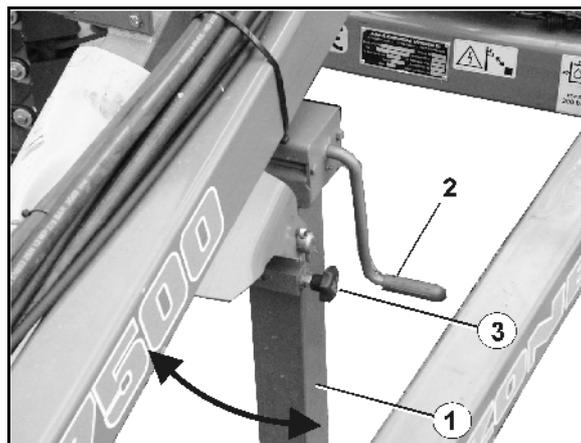

Рис. 17
### Поднятие опорной стойки (Рис. 17/1):
1. С помощью рукоятки (Рис. 17/2) втяните опорную стойку вверх.
2. Вытяните палец (Рис. 17/3).
### Опускание опорной стойки (Рис. 17/1) :
1. Вытяните палец (Рис. 17/3).
3. С помощью рукоятки (Рис. 17/2) выдвиньте опорную стойку вниз.